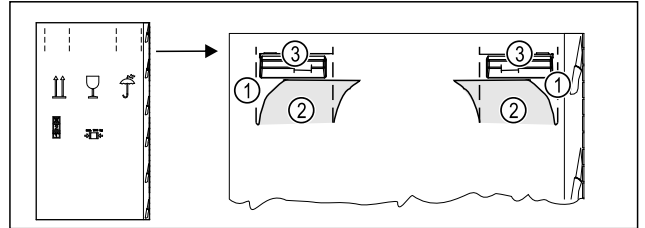

Fig. 6
- Verpackungskarton oben an der Perforierung Fig. 6 (1) eindrücken.
- Eingedrückte Laschen Fig. 6 (2) herausziehen.
- Tragegriff Fig. 6 (3) rechts und links ist sichtbar.
- Gerät an den Tragegriffen Fig. 6 (3) halten.